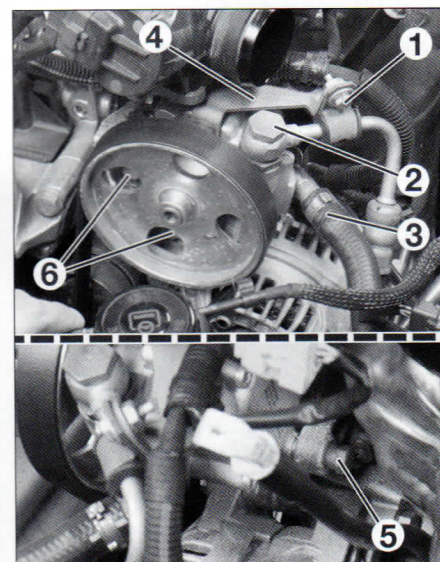

FIG. 10
- Desmontar el tornillo de sujeción (1) y el tornillo del racor de la tubería de alta presión (2) (fig. 10).
- Estrangular la tubería de alimentación (3) de la bomba (**fig. 10**).